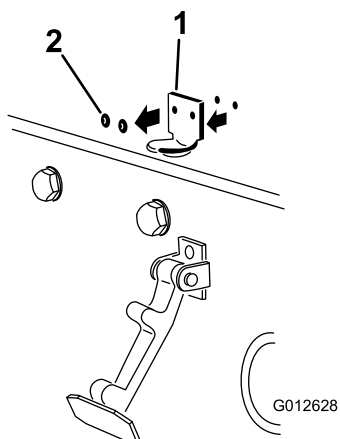

Figura 6
2. Retire os dois rebites que prendem o suporte do trinco ao capot (Figura 6).